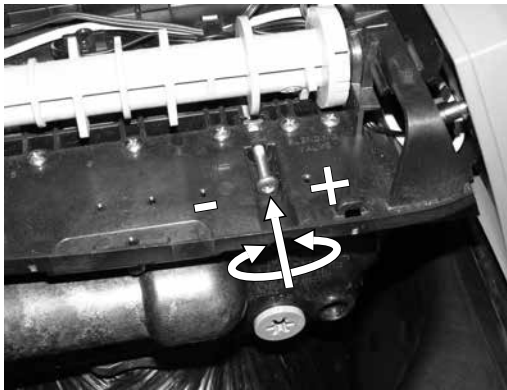

Bild 19
- Die gewünschte Mischwasserhärte kann nun mit Hilfe der Einstellschraube am Steuerkopf justiert werden (Bild 19).
Im Auslieferungszustand befindet sich die Einstellschraube im entspannten Zustand (0°dH). Durch Drehen im Uhrzeigersinn wird die Mischwasserhärte erhöht (Bild 19).